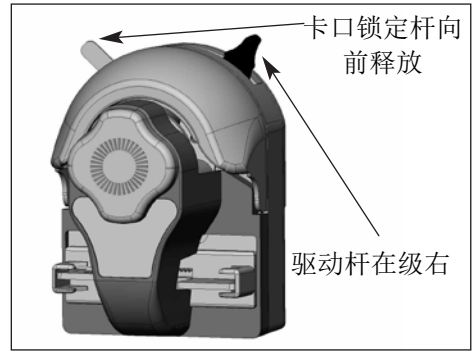

图5 泵头在完全关闭位置
3. 从驱动器上卸载泵头操作如下：尽可能地逆时针转动泵头（约30°），同时向前拉动卡口锁定杆，然后将泵头拉离驱动器。当卸载泵头时，驱动杆应在极右位置（见图5）。
1. 安装管道时，逆时针移动驱动杆打开泵头（如果泵头面朝下安装，则向右移动）。（见图5和6）。将管道回路插入到一个开放的管道保留器，位于闭塞床和滚轴之间或其它管道保留器（见图7）。安置管道，使其稳定中心地对准滚轴。握住管道末端，朝顺时针（右）方向向后移动驱动杆，如图5所示。泵头会自动夹紧管道。L/S® 13, L/S® 14, L/S® 16, L/S® 25, L/S® 17和 L/S® 18（薄壁）号管可被泵自动拉伸。完全关闭泵头，并将控制杆置于锁定位置（极右位）或完全打开泵头（极左位），需对驱动杆施加约5磅的力量。
注意： 泵不使用时，将驱动杆置于极左和极右之间位置（见图5和6）。
<p>注意： 在操作泵驱动器时，请确保每个泵头的卡口与安装板或邻近泵头上的卡口标志完全接合。当卡口完全接合时，卡口锁定杆（见图5）会快速回位。</p>